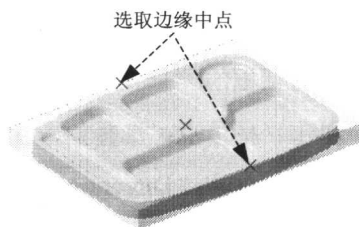

图 1.8 创建点 1 和点 2
(1) 创建如图 1.8 所示的点。在“创成式外观造型设计”工作台选择下拉菜单 **插入(I)** → **曲线** → **点** 命令，在系统弹出的“点定义”对话框中选择 **曲线上** 方